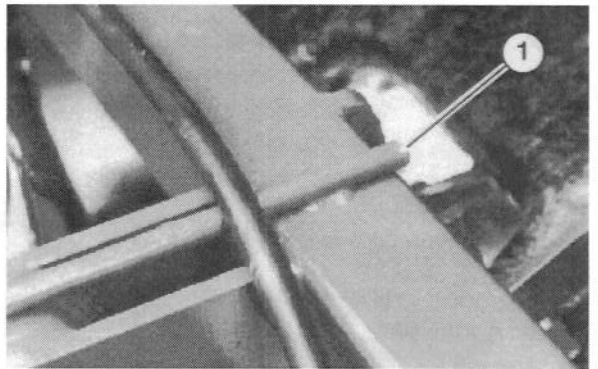

Figure 12
3. S'assurer que l'extrémité du tube de ventilation des boîtiers est ouverte et propre (Fig. 12).